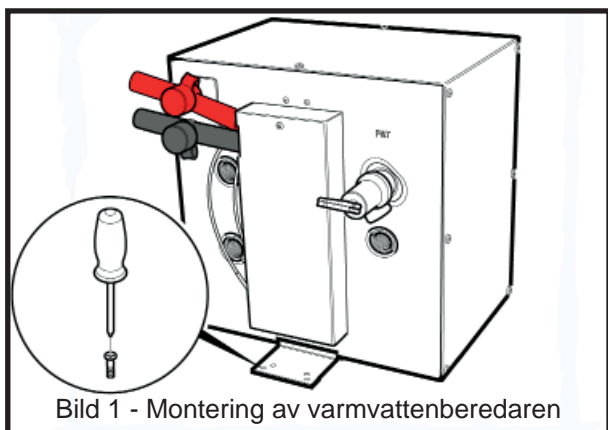

Bild 1 - Montering av varmvattenberedaren
**Steg 1** Säkra monteringsfästena i strukturen med åtta #12 min. skruvar eller ¼" (6.3mm) skruvar och muttrar (se bild 1.). Det minsta monteringsyttdjupet är ½" (12.5mm).